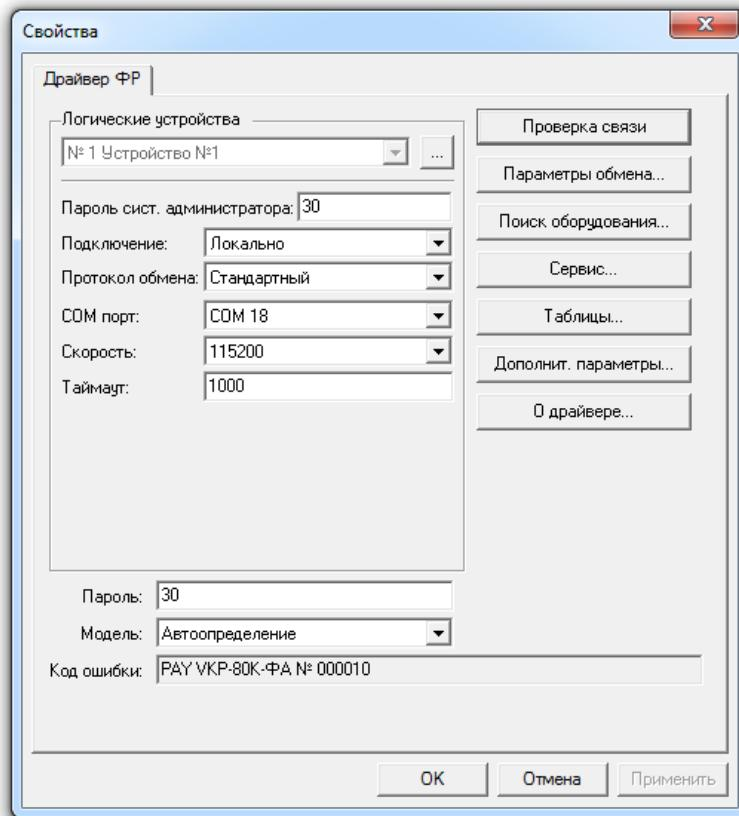

Рисунок 36
6.1.1 Запустите «Тест Драйвера ФР». Выбор СОМ-порта осуществляется в соответствии с конфигурацией компьютера (Рисунок 36).